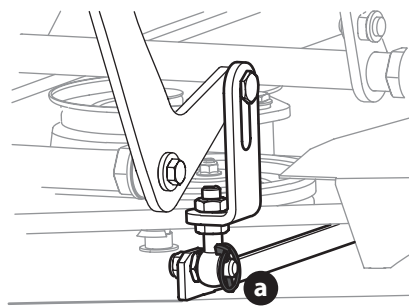

Figure 57
4. Retirez les quatre goupilles (a) qui fixent le plateau de coupe à l'ensemble de levage du plateau de coupe (Figure 57).